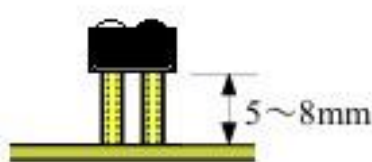
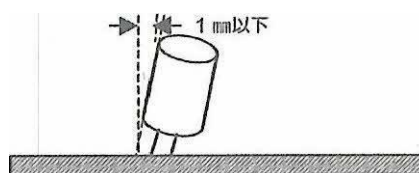

図8 取り付けの高さ
図9 曲がりの範囲
(4) フォトリフレクタは基板に対して垂直に取り付けること。また、高さについては絶縁チューブに合わせる（図8）。部品の曲がりの範囲は図9に示すとおりとする。